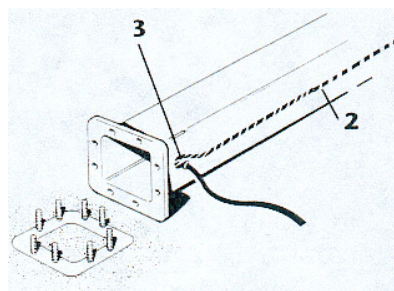

Fig.26
- b. dans le cas du câble **1**, introduisez le câble dans le passe câble **3**, et remontez le jusqu'au trou **2** au sommet de la potence (fig. 26)